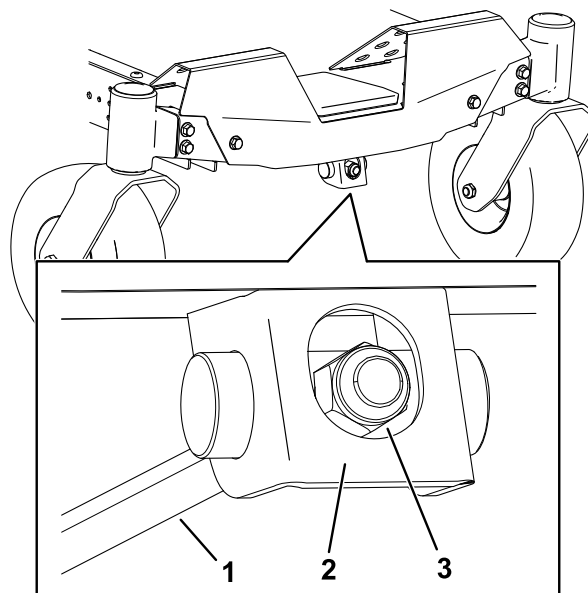

Figura 72
1. Gire la tuerca de ajuste en la parte delantera del cortacésped (**Figura 72**).